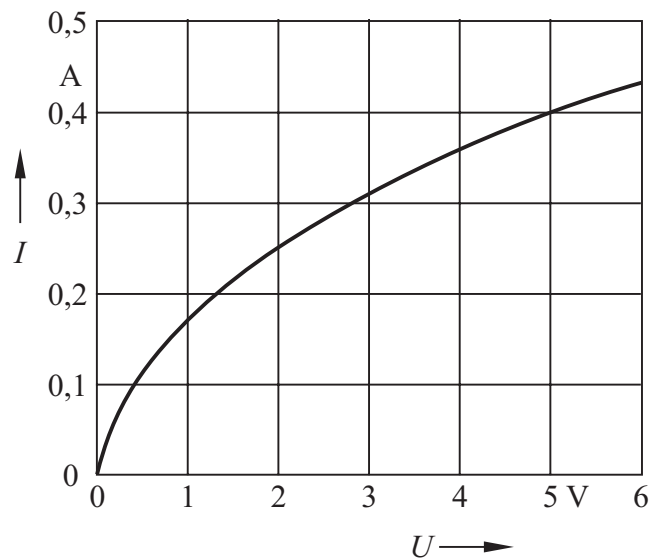

Bild 2.10 Darstellung der $I-U$ -Kennlinie einer Glühlampe im 1. Quadranten (Verbraucher-Pfeilsystem)
Wenn eine I - U -Kennlinie *zentralsymmetrisch* (d.h. symmetrisch zum Nullpunkt) ist, dann genügt ihre Darstellung im 1. Quadranten. Dies ist z. B. bei der Glühlampe der Fall (Bild 2.10).
2.3⁽¹⁾ Berechnen Sie den Widerstand einer Glühlampe (Bild 2.10) für mehrere Spannungswerte und zeichnen Sie die Kennlinie $R = f(U)$.